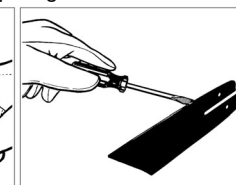

Fig. 15
- Entfernen Sie Rückstände von den Rails der Führungsschiene mit Schraubendreher, Kittmesser, Drahtbürste oder einem ähnlichen Werkzeug. Damit werden die Ölkänafe offen gehalten, so dass Schiene und Kette ordentlich geschmiert werden. (Abb. 15)